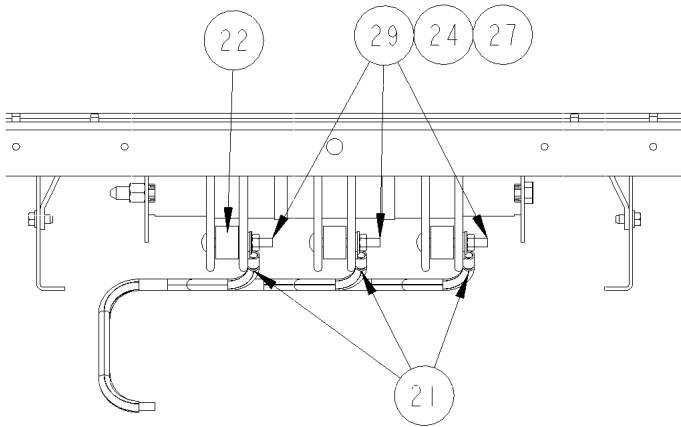

Figure 5. Assemblages enfichables avec trous carrés de .281 pouce.
- Assemblages enfichables pour tableaux et panneaux avec .281-pouce carré disponible (barre omnibus verticale double). Pour chaque phase, glisser un espaceur [22] entre les barres omnibus verticales et installer un boulon de carrosserie 1/4-20 x 2" [29] dans un trou de .281-pouce carré situé vers l'avant de la barre omnibus verticale intérieure, comme montré à la Figure 5. Utiliser les trous les plus élevés dans l'espace 7X (9⁵/8") que l'unité TVSS peut atteindre.